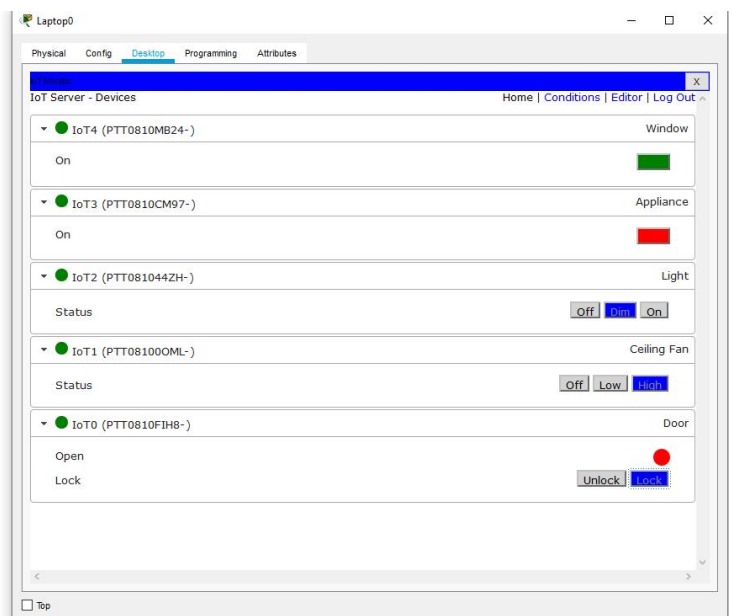

Рисунок 2. Проверка работоспособности
- 10) Добавьте фон для построенной инфраструктуры, воспользовавшись предложенными (папка background) или использовав свой (рис. 2).